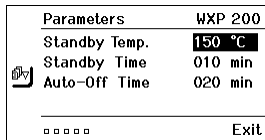

Fig. 13
- Confirmer la sélection à l'aide de la touche Entrée (**6**). L'affichage passe au mode de sélection / d'entrée (voir fig. 13).